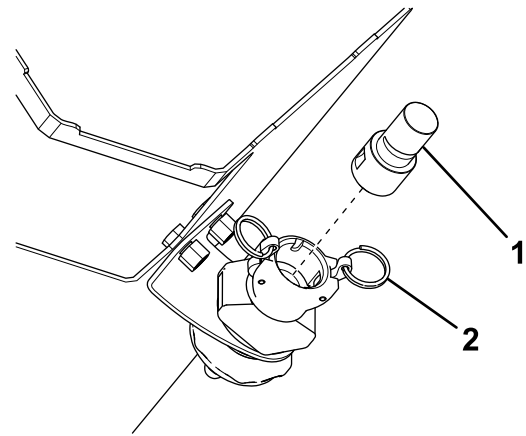

**Bild 53**
4. Entfernen Sie den rechten Arretierbolzen und Splint vom Tellerstreuer (Bild 53).
5. Schwenken Sie den Tellerstreuer von der Füllkastenöffnung weg (**Bild 53**).